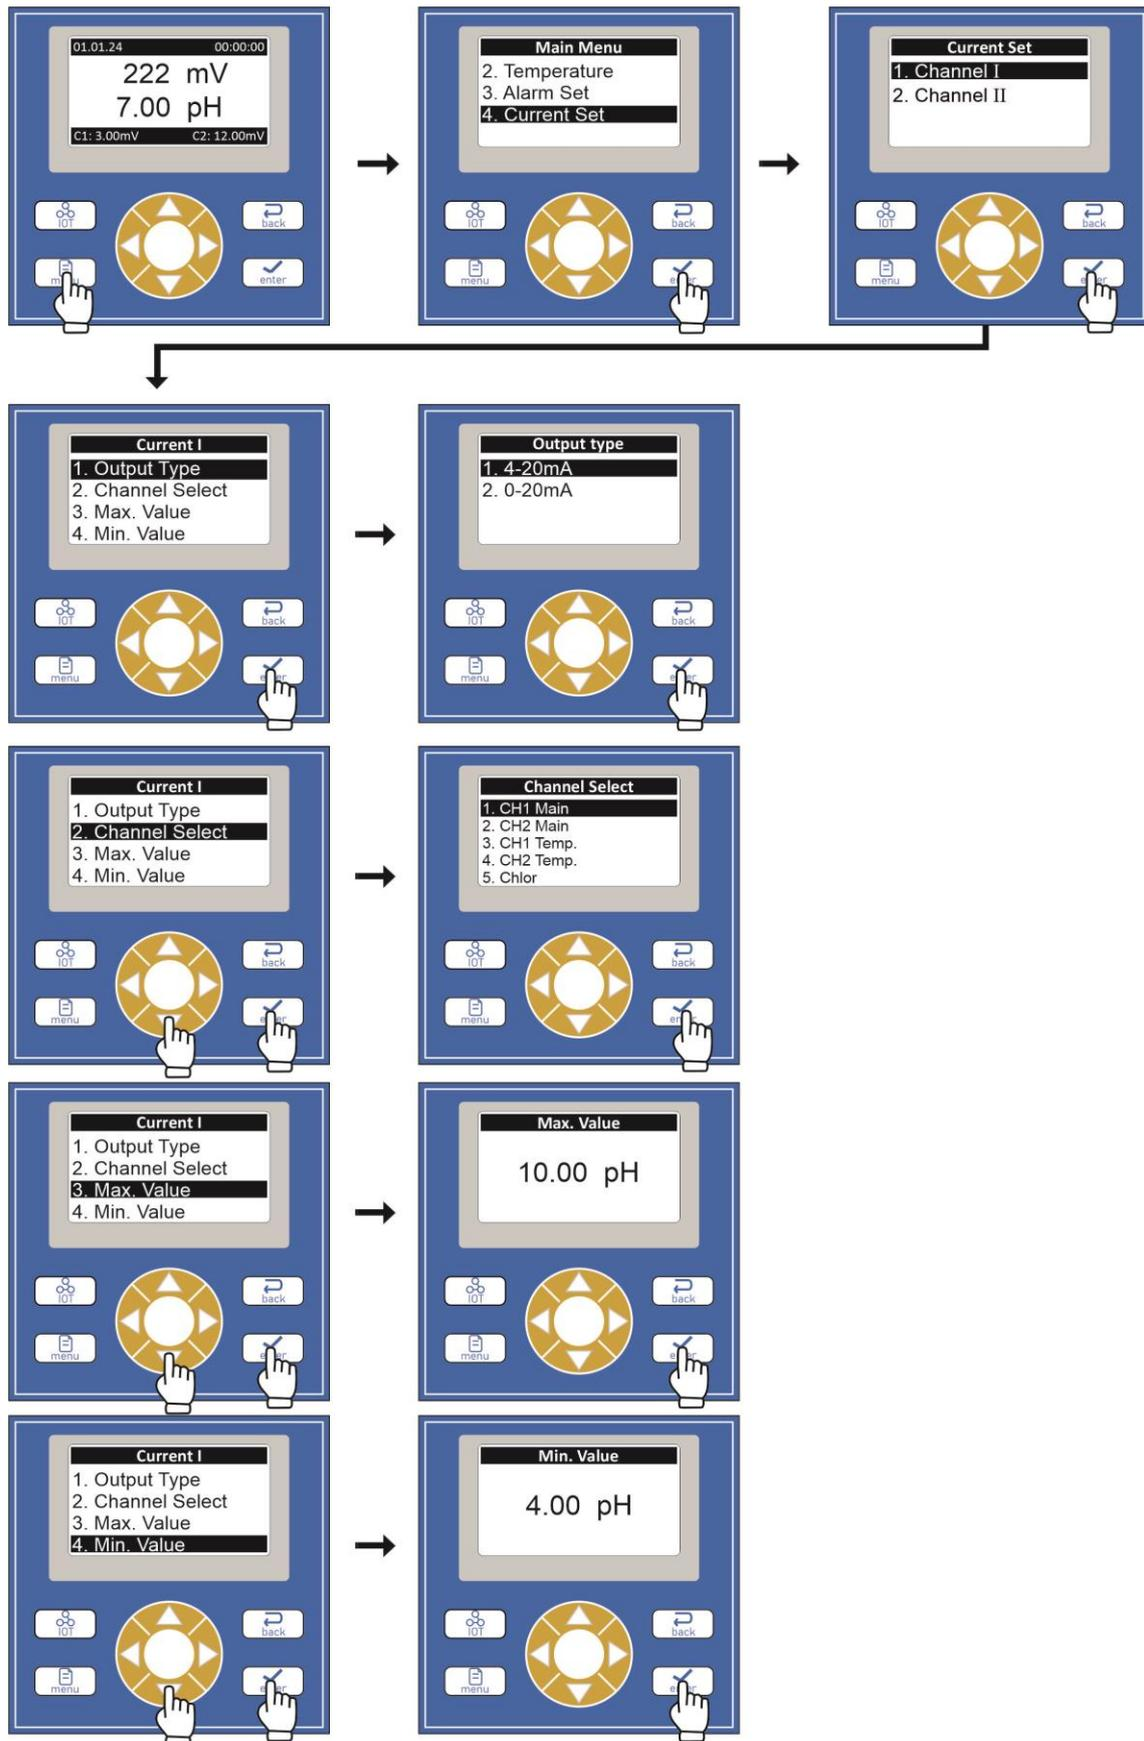

Figura 9.2 Pasos para la configuración de la salida de 4-20mA
Para ingresar a las opciones de configuración para la comunicación 4-20mA del equipo, se siguen los pasos que se muestran en la figura 9.2 los cuales serán descritos en detalle debajo de la figura.
Después de seleccionar "Channel 1", como se muestra en la tercera imagen de la figura 9.2, se muestran 4 opciones que hay que configurar.
- La segunda es "Channel Select" donde podremos elegir que parámetros estará asociado a la salida 4-20mA (o 0-20mA según se haya seleccionado en el punto anterior) elegida en el submenú "Current Set" (en este ejemplo se eligió la salida "Channel 1" correspondiente a "OUT 1 en la figura 9.2). Las opciones son las siguientes: